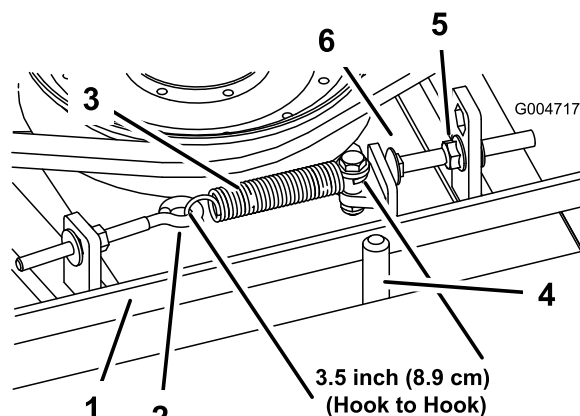

Figura 70
6 mm (misura interna). Quando la tensione della molla è giusta, regolate il bullone di arresto (bullone a testa tonda) fino ad ottenere un gioco di 3 mm + 1,5/-0 mm tra la testa del bullone ed il braccio di rinvio (Figura 70).
Nota: Verificate che la cinghia si trovi dal lato molla del guidacinghia (Figura 70).
2. Allentate il bullone ad occhio per consentire la rimozione della molla di prolunga (Figura 70).
3. Allentate il dado flangiato che fissa il bullone di arresto alla linguetta di montaggio. Allentate il dado quanto basta per consentire al braccio di rinvio di oltrepassare il bullone di arresto (Figura 70). Allontanate la puleggia tendicinghia dalla cinghia in modo da allentare la tensione della cinghia.
- Ricollegate la molla di prolunga (Figura 70) al bullone ad occhio e tendete la cinghia come segue: